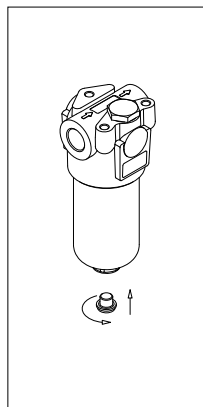

fig. 13
- (Fig. 13) Serrare il tappo di drenaggio facendo riferimento alla tabella delle coppie di serraggio al paragrafo 3